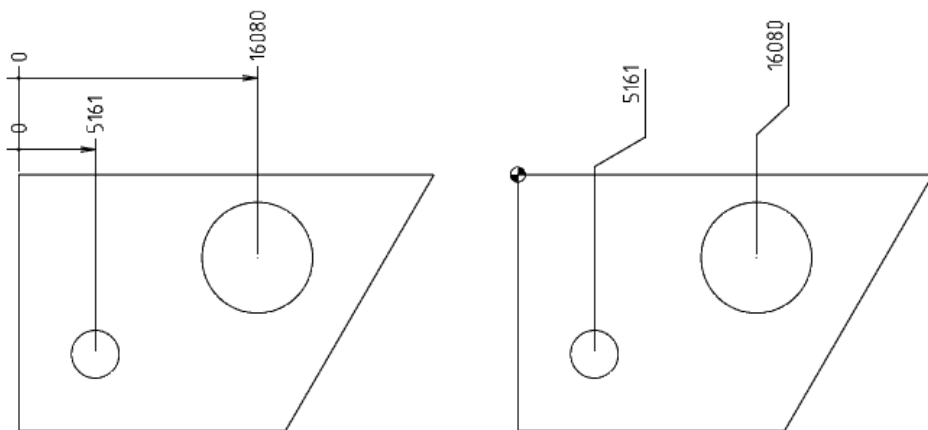

Рис. 3.31. Ординатные размеры (ГОСТ и ISO)
- ◆ **Ординатные размеры** — параметр управления встроенными ординатными размерами может принимать значения **ГОСТ** и **ISO** (рис. 3.31). При значении **ГОСТ** строятся обычные ординатные размеры nanoCAD. При значении **ISO** строятся ординатные размеры по стандарту ISO.